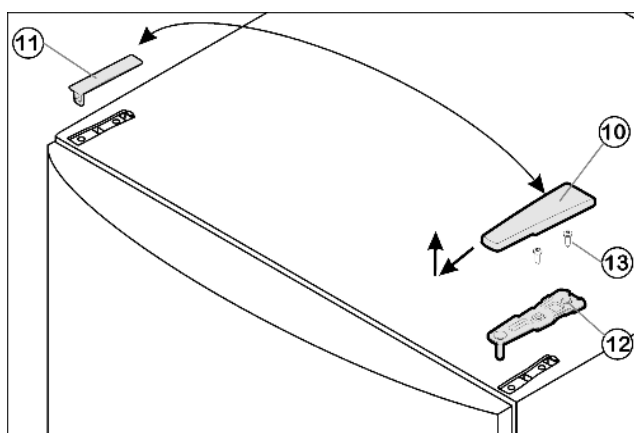

Fig. 8
- ▶ Kryt Fig. 8 (10) stáhněte dopředu a nahoru.
- ▶ Kryt Fig. 8 (11) zvedněte.
- ▶ Horní stojan ložiska Fig. 8 (12) odšroubujte (2 krát Torx® 25) Fig. 8 (13) a stáhněte nahoru.